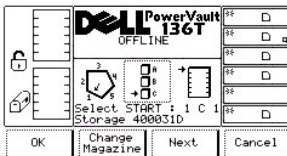

Figure 39. Command > Move > Scan Barcode > Dialog Change Magazine
- 1 Si la touche de fonction **Next** est enfoncée, le paramètre de la source active passe de column à magazine et le dialogue Change Magazine s'affiche. Reportez-vous à la Figure 39.